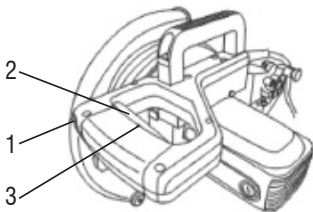

Fig. 21 – Acionamiento de la máquina
- Para conectar la herramienta, presione y mantenga presionado el botón (1) en seguida presione el gatillo (2), en este momento puede soltar el botón (1).
- Para desconectar suelte el interruptor de accionamiento (2), Fig. 21.
- Como medida de seguridad y para evitar que niños u otras personas no habilitadas prendan la máquina, puede ser colocado un candado (no acompaña la máquina) en el agujero (3) mostrador en la Fig.21.